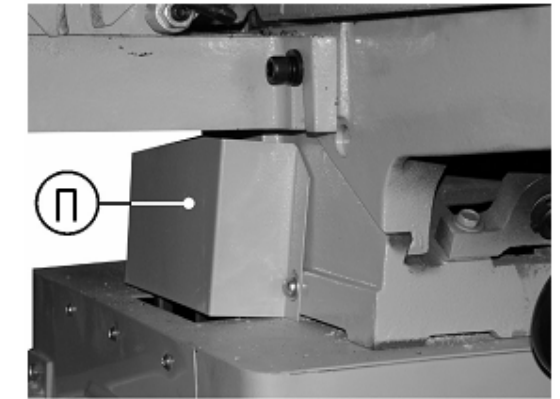

Рис. 8
9.8. Установка кожуха шкива (Рис.8)